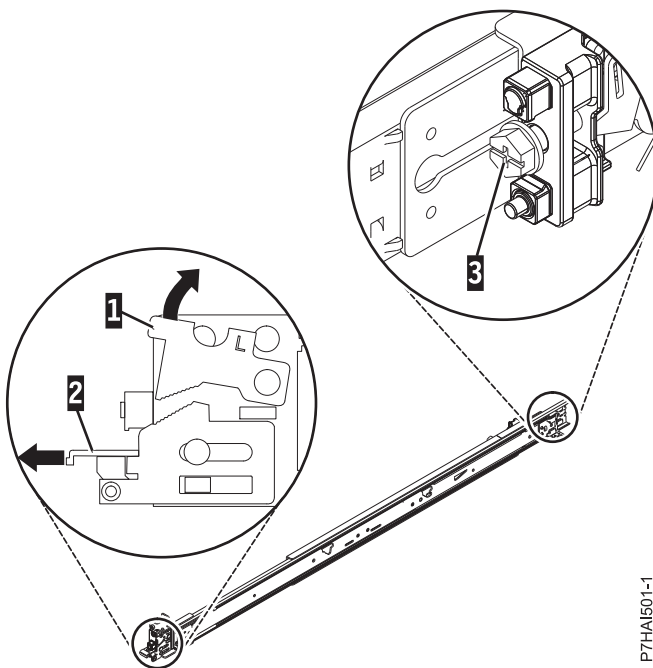

図 19. 前部ラッチを開いて後部のねじを取り外す
2. 前面のロックング・タブ **(1)** を押し上げて、レールの前部にある前面ラッチ **(2)** を引き出します。次に、レール **(3)** の後部からねじを取り外します。詳しくは、図 19 を参照してください。